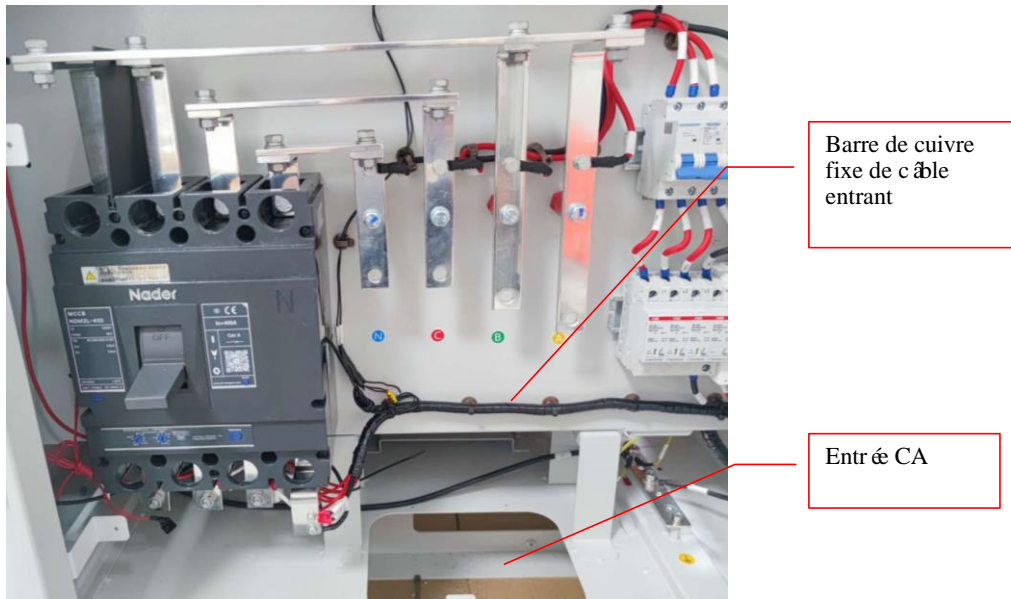

Figure 4 Position de câblage du chargeur
1) L'installation électrique des chargeurs CC de la série SZ doit être guidée par des techniciens professionnels. Ouvrez la porte avant du chargeur, retirez le déflecteur de protection, connectez la conduite entrante CA à la barre de cuivre en fonction de l'identification interne du chargeur et fixez-la avec des boulons. La position de la ligne entrante et la position du câblage sont illustrés à la Figure 4.